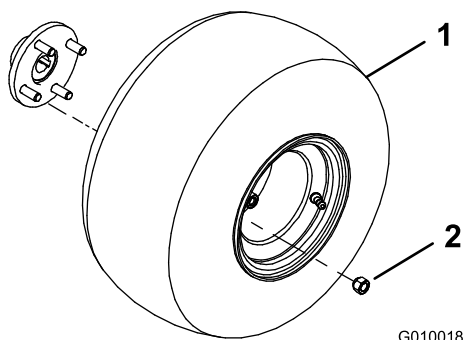

Figura 3
2. Montate un gruppo ruota su ogni mozzo della ruota posteriore (Figura 3).
3. Montate i dadi a staffa (Figura 3) e serrateli a 61–75 N·m.